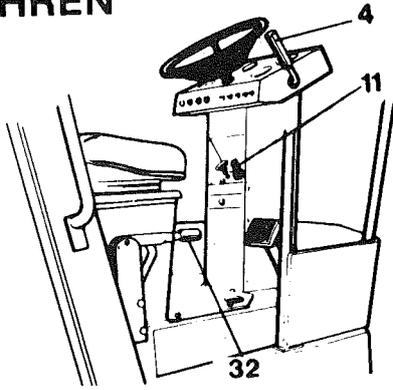

Abb. 7 Fahrerkabine
(Die Höchstgeschwindigkeit erhält man bei vollem Ausschlag auf (4, Abb. 7).
- 4 Die Feststellbremse (32, Abb. 7), lösen, d. h. den Hebel vor-/abwärts führen. Hierbei erlischt die Warnleuchte für die Feststellbremse.
- 5 Vergewissern Sie sich, daß der Arbeitsbereich vor und hinter der Walze frei ist. Den Vor-/Rückwärtshebel (4, Abb. 7), abhängig von der gewünschten Fahrtrichtung vorwärts- bzw. zurückführen.
- Max. zul. Hydrauliköltemp. (26):